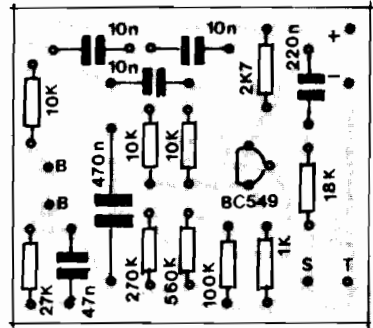

Fig.3
- FIG. 3 - "CHAPEADO" DA MONTAGEM - O "outro" lado da placa" (face não cobreada), já com todas as peças posicionadas e identificadas, pelos seus códigos, valores, etc. Obser-